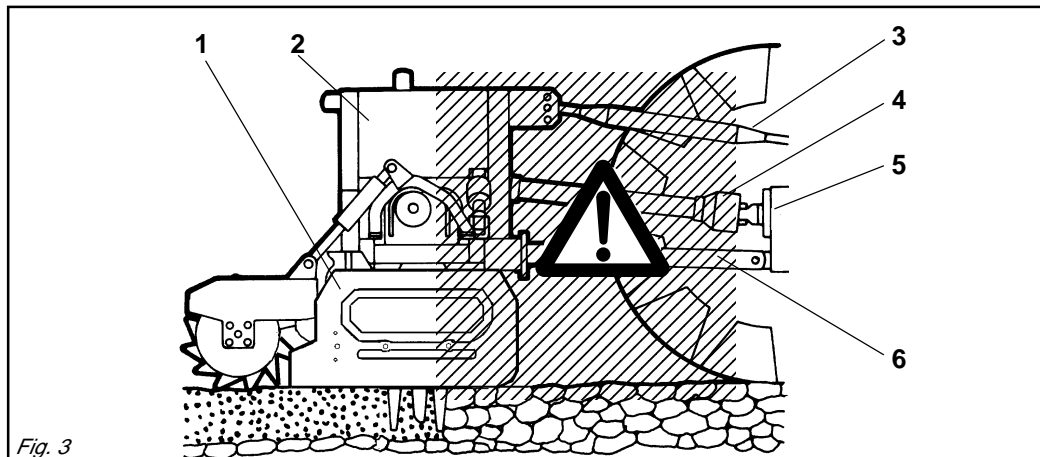

Fig. 3
- 24) È assolutamente vietato interporri tra il trattore e la macchina (Fig. 3) con motore acceso e cardano inserito nonché senza aver azionato il freno di stazionamento ed aver inserito, sotto le ruote, un ceppo o un sasso di bloccaggio.
- 24) It is absolutely forbidden to stand between the tractor and the machine (Fig. 3) when the engine is running and the cardan shaft is engaged without having first engaged the hand brake and placed a block or stone under the wheels to prevent them from moving.
- 24) Es ist absolut verboten, bei laufendem Motor und eingeschalteter Gelenkwelle zwischen den Schlepper und das Maschine zu treten (Abb. 3). Dazu muß die Feststellbremse gezogen werden und unter die Räder ein Bremskeil oder ein großer Stein gelegt worden sein.
- 24) Il est absolument interdit de se mettre entre le tracteur et la machine (Fig. 3) quand le moteur est en marche et le cardan enclenché, sans avoir tiré le frein de stationnement et bloqué les roues avec une cale ou un caillou.
- 24) Está terminantemente prohibido colocarse entre el tractor y la máquina (Fig. 3) con motor encendido y cardán inserido, o sin haber accionado el freno de estacionamiento y de colocar, debajo de las ruedas, una piedra u otro elemento de bloqueo.
- 28) È assolutamente vietato interporre fra il trattore e l'attacco della macchina per manovrare il comando dall'esterno per il sollevamento (Fig. 3).
- 28) *It is absolutely forbidden to stand between the tractor and the machine when manoeuvring the lift control from the outside (Fig. 3).*
- 28) Es ist absolut verboten, zwischen den Schlepper und den Anschluß zu treten, um die Aushebung von außen zu betätigen (Abb. 3).
- 28) *Il est absolument interdit de se mettre entre le tracteur et la machine pour manoeuvrer la commande de relevage de l'extérieur (Fig. 3).*